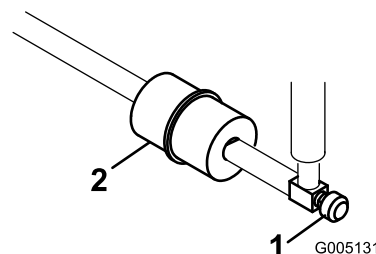

Figura 51
Nei tubi di alimentazione, tra il serbatoio del carburante ed il carburatore, è incorporato un filtro in linea (Figura 51). Sostituire il filtro ogni 800 ore o prima, qualora il flusso del carburante fosse ostacolato. Verificate che la freccia sul filtro sia diretta lontano dal serbatoio del carburante.
1. Chiudete la valvola di intercettazione del carburante, allentate la fascetta stringitubo dal lato carburatore e rimuovete il tubo di alimentazione dal filtro (Figura 51).
2. Collocate una bacinella di spurgo sotto il filtro, allentate la restata fascetta stringitubo e rimuovete il filtro (Figura 51).